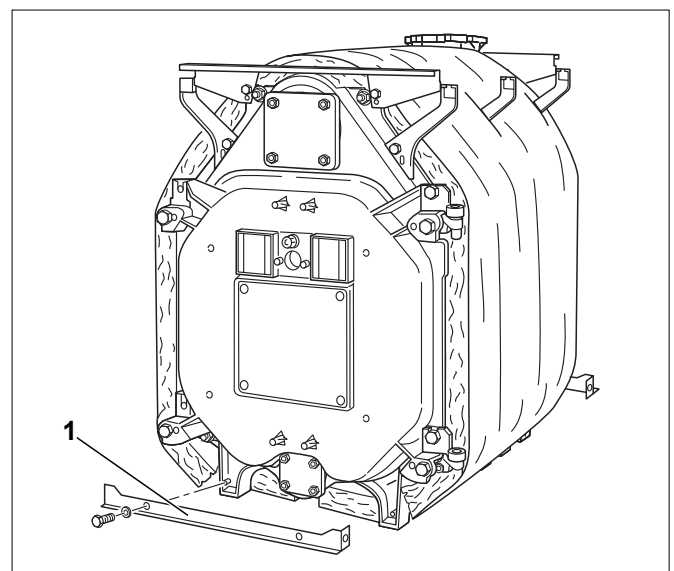

Рис. 43 Установка нижних поперечных траверс
- Снизу, спереди и сзади закрепить двумя болтами поперечные траверсы (рис. 43, [1]) к ножкам котла. Отбортовки этих траверс должны быть направлены от котла.